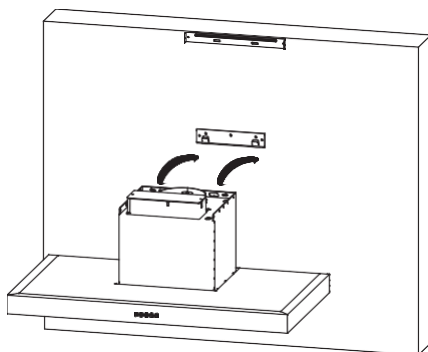

Fig.5
- Abaixe a cobertura na placa de instalação. Veja Fig.5.